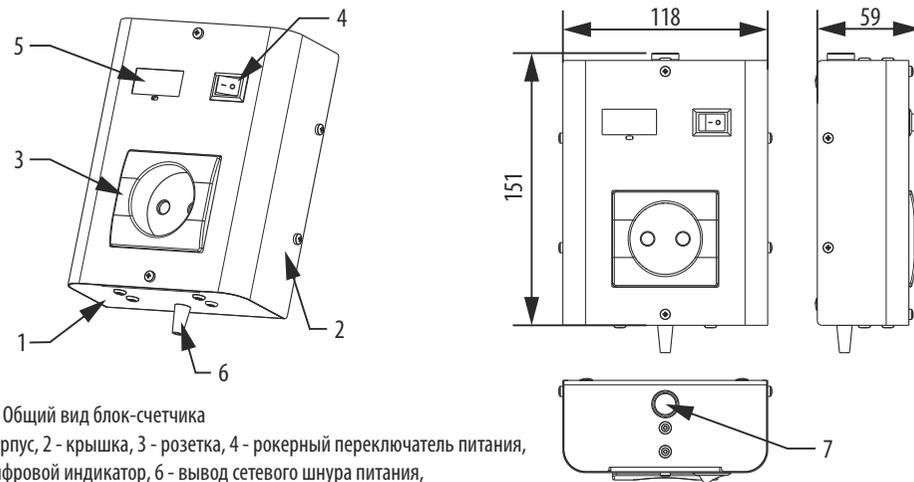

Рис.1 Общий вид блок-счетчика
4.1 Устройство блок-счетчика наработки электронного БСЭ-1 показано на рис. 1.
5.6 Включите блок-счетчик рокерным переключателем питания (поз.4, рис.1). При этом питание будет подано и на подключенный электроприбор, а также начнется (продолжится) подсчет времени работы.